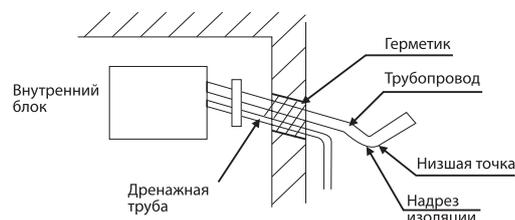

Рисунок 47 - Схема изгиба трубопроводов
- В случае, если отверстие в стене помещения выполнено ниже места установки внешнего блока, трубопроводы должны быть выгнуты соответствующим образом, а изоляция трубопроводов надрезана в нижней точке изгиба, с целью предотвращения попадания в помещение атмосферной воды (см. рис. 47).